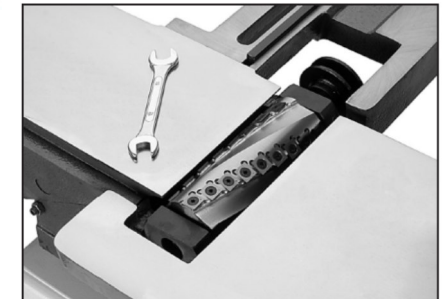

Рис. 60 Установленный ножевой вал helical
16. Установите ножевой вал (Рис. 60) при помощи шайб и шестигранных гаек, снятых при выполнении Шага 5.